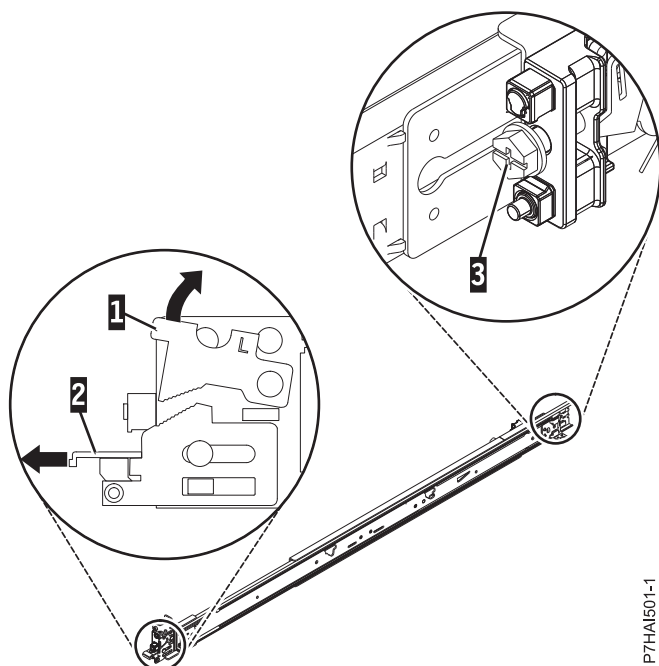

図 2. 前部ラッチを開いて後部のねじを取り外す
2. 前面のロッキング・タブ **(1)** を押し上げて、レールの前部にある前面ラッチ **(2)** を引き出します。次に、レール **(3)** の後部からねじを取り外します。 詳しくは、 5 ページの図 2を参照してください。